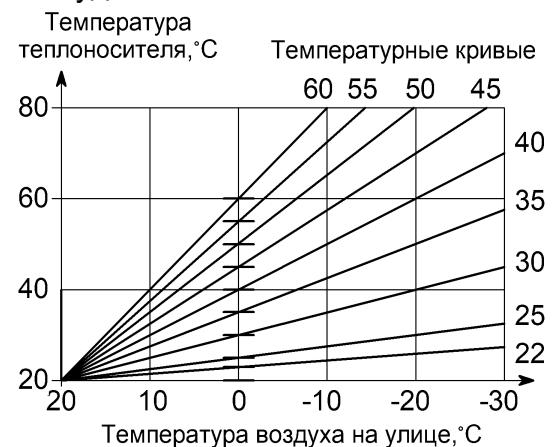
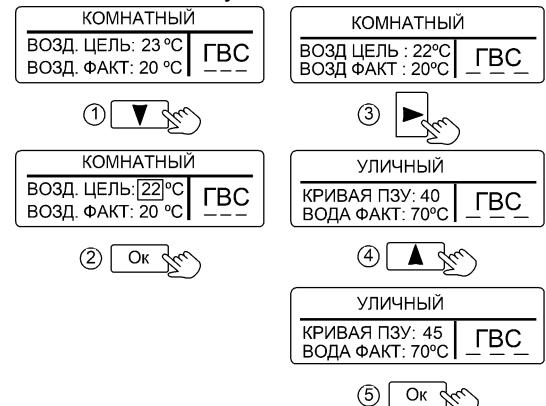
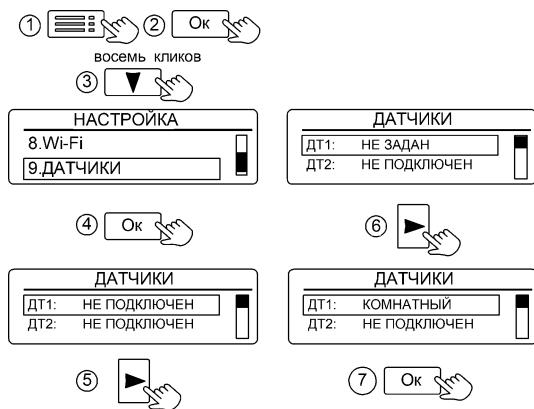

Рисунок 9. Зависимость температуры теплоносителя от температуры воздуха на улице
Рисунок 10. Настройка ограничения температуры и кривой ПЗУ
Рисунок 23. Настройка проводных датчиков
10.4 «УЛИЧНЫЙ» – режим поддержания температуры теплоносителя в зависимости от температуры воздуха на улице по одной из погодозависимых кривых (см. рис. 9). Датчик температуры воздуха устанавливается на улице.
Заводская настройка - 40. Это означает, что при 0°C на улице, температура теплоносителя будет $+40^{\circ}\text{C}$. При понижении температуры на улице до -10°C , температура теплоносителя увеличится и составит около $+50^{\circ}\text{C}$. Для изменения заводской настройки нужно в соответствии с рис. 9 выбрать ту кривую, при которой в помещении станет комфортно. Если в помещении холодно - следует выбрать кривую с большим номиналом, если жарко - с меньшим. Чем больше величина теплопотерь здания, тем выше номер кривой. Изменение значения кривой ПЗУ показано на рис. 10.
ние термостата. Если произведено подключение датчика температуры воздуха (см. рис. 23) и настроено ограничение температуры воздуха в помещении (см. рис. 10), то при достижении температуры воздуха в помещении установленного значения, нагрев теплоносителя будет прекращён. При понижении температуры воздуха, нагрев теплоносителя будет возобновлён. В случае подключения термостата, при достижении температуры воздуха в помещении установленного значения и замыкании контактов термостата, нагрев теплоносителя будет прекращён. При снижении температуры воздуха и размыкании контактов термостата нагрев теплоносителя будет возобновлён.
выполняется в последовательности (см. рис.23):